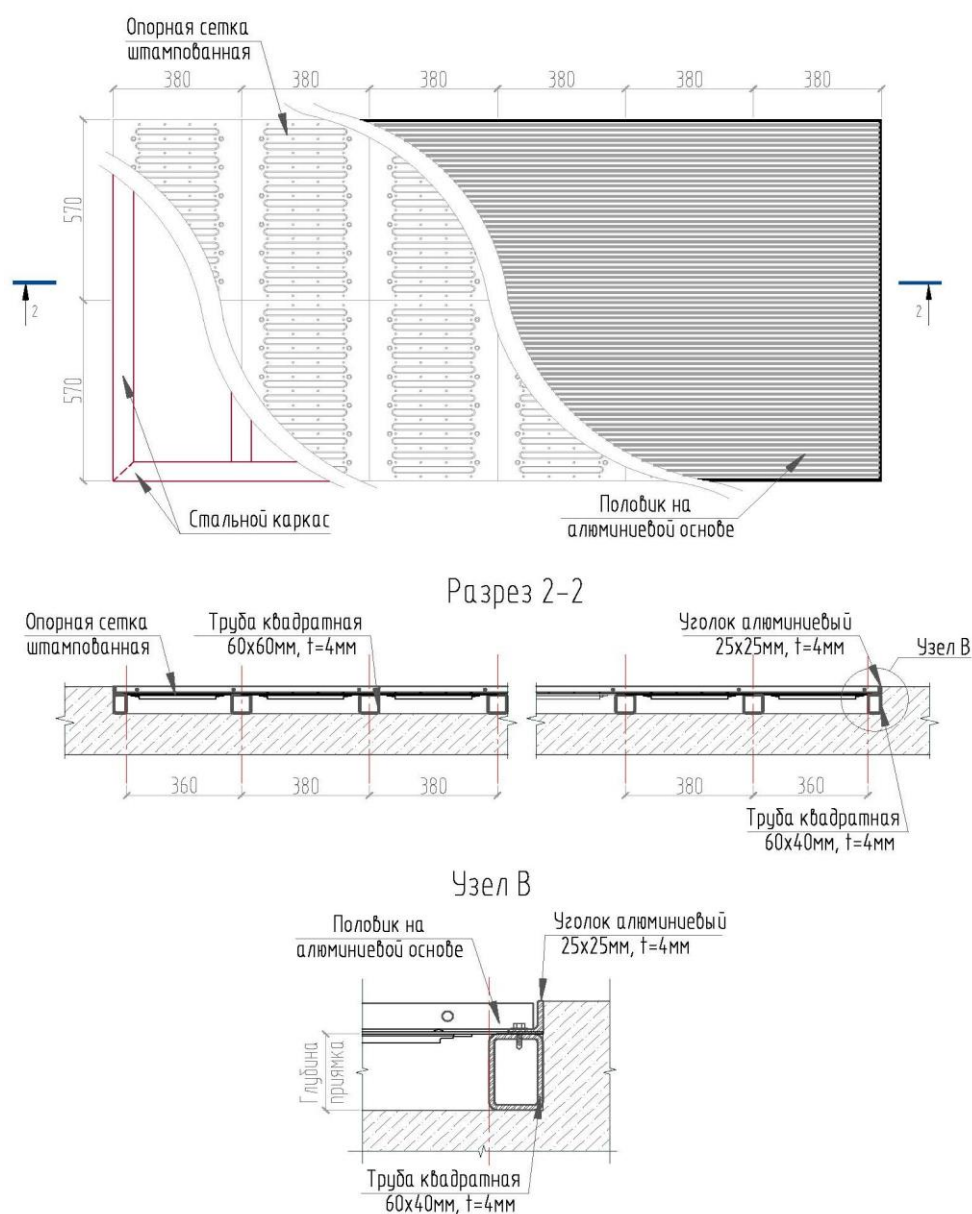

Рис. 21 – Монтажная схема второй ступени очистки.
Вторая ступень очистки представляет собой половик на алюминиевой основе преимущественно стандартный 22 мм., в условиях нехватки места допускается применять половик низкопрофильный 12 мм., установленный на металлический каркас в приемке (рис. 21):
- металлический каркас выполнить сварным или сборным, из труб прямоугольного сечения 60x60 мм., 60x40 мм. по ГОСТ 8645-68 или прокатного профиля соответствующего сечения (рис. 21).